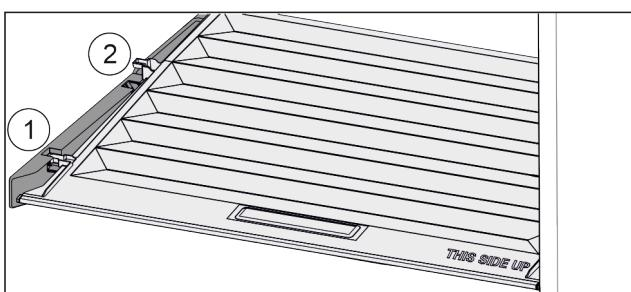

Fig. 103
- Потянуть крышку до отверстия в поддерживающих деталях вперед Fig. 103 (1).
► Поднять сзади снизу и извлечь Fig. 103 (2) движением верх.